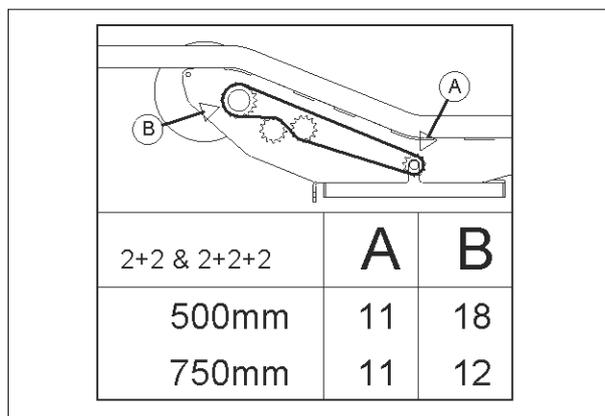

Fig. 39
Le pignon B (fig. 39) détermine le chevauchement du film. 50% de chevauchement du film est standard. Voir le tableau fig. 39.
**Veiller à utiliser le type de bobine adéquat sur la plate-forme rotative.** Voir fig. 39. *Noter la différence entre une bobine de 500 et de 750 mm.*